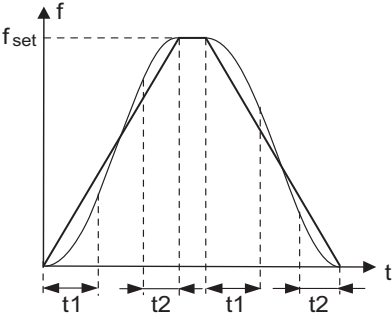

图5-22 S曲线加减速A示意图
- 1：S曲线加减速A——输出频率按照S曲线递增或递减，一般用于对启停过程要求比较平缓的场所，如电梯、传送带等。如图5-22所示。加减速时间与直线加减速一致。功能码F4-08和F4-09分别定义了S曲线加减速A起始段和结束段的时间比例。